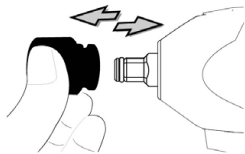

Fig. 4
1. Duw het bit zo ver in de aandrijfspindel als mogelijk is om het bit te plaatsen. (Zie fig.4).